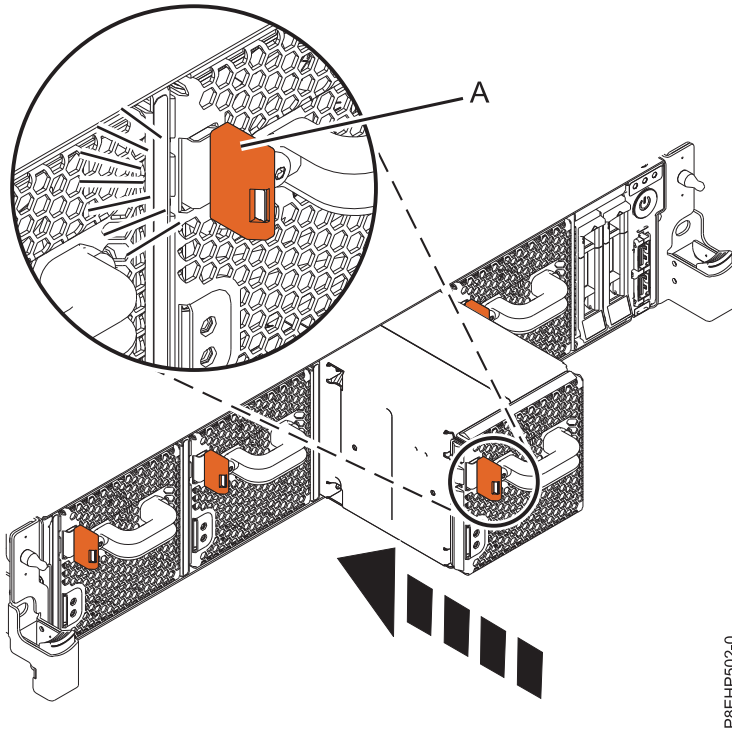

Figure 12. Remplacement d'un ventilateur dans le système
2. Tout en soutenant le bas du ventilateur avec votre main, alignez le ventilateur (A) avec son emplacement et faites-le glisser dans le système jusqu'à ce que le taquet de couleur ocre (A) s'enclenche, comme illustré dans la figure 12, à la page 21.